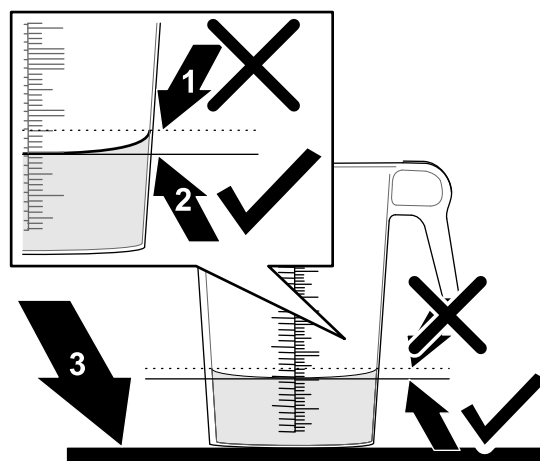

Figura 50
- Coloque o recipiente graduado numa superfície nivelada e anote o volume do fluido (Figura 50).